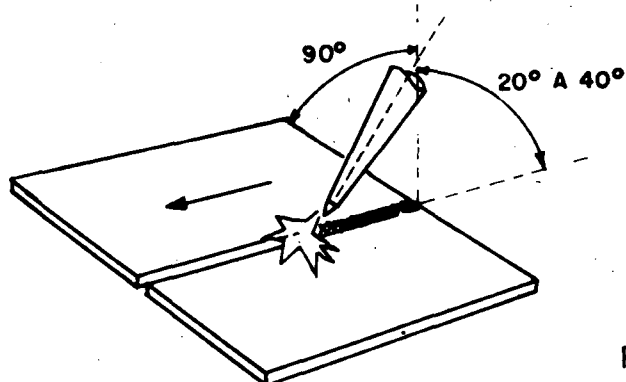

Fig. 3
- a Incline o bico em relação a peça (fig. 3) e aqueça o metal ba